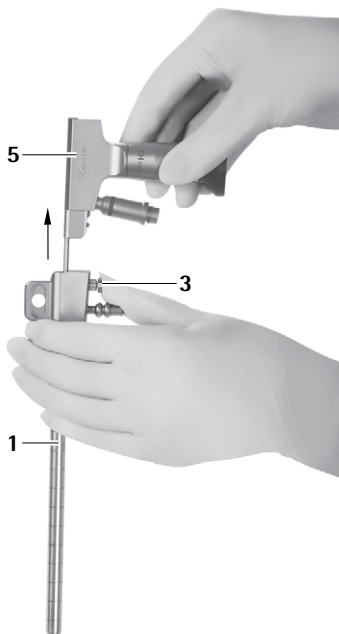

Рис. 8
- Нажать деблокирующую кнопку 3 и извлечь эндоскоп 5 из троакара MINOP InVent 1, см. Рис. 8.